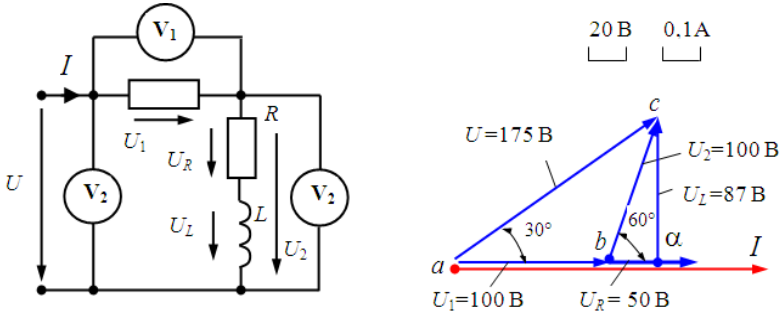

Рис.11. Векторная диаграмма для простой цепи переменного тока
**Пример.** Катушка индуктивности с параметрами  $R$  и  $L$  соединена последовательно с сопротивлением  $R_1 = 100$  Ом и подключена к источнику синусоидального напряжения с частотой  $f = 50$  Гц (рис. 11). В цепь включены три вольтметра электромагнитной системы, показания которых известны:  $U_1 = 100$  В,  $U_2 = 100$  В,  $U = 175$  В.